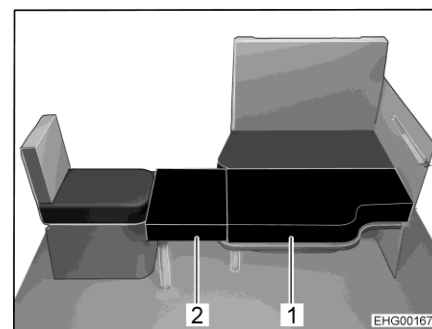
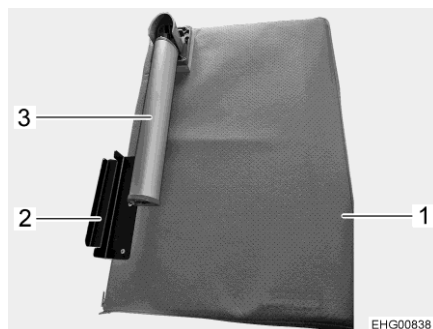

Fig. 77 Dopo la trasformazione
Fig. 78 Tavola aggiuntiva
- Estrarre il supporto per i piedi (Fig. 78,3) dalla tavola aggiuntiva (Fig. 78,1).
- Agganciare gli angoli di supporto (Fig. 78,2) della tavola aggiuntiva al sedile singolo e appoggiare il cuscino aggiuntivo (Fig. 77,2) sul piano del tavolo.
- Posare il secondo cuscino aggiuntivo (Fig. 77,1) sul piano del tavolo.